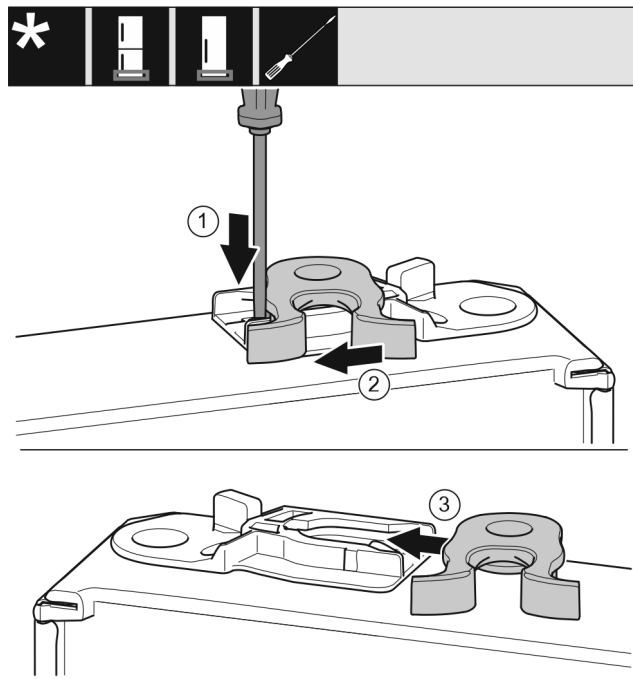

Fig. 15
- Pousser vers le bas la languette avec un tournevis plat. Fig. 15 (1)
- Tirer le crochet de fermeture en dehors du guide. Fig. 15 (2)
- Pousser le crochet de fermeture dans le guide de l'autre côté. Fig. 15 (3)